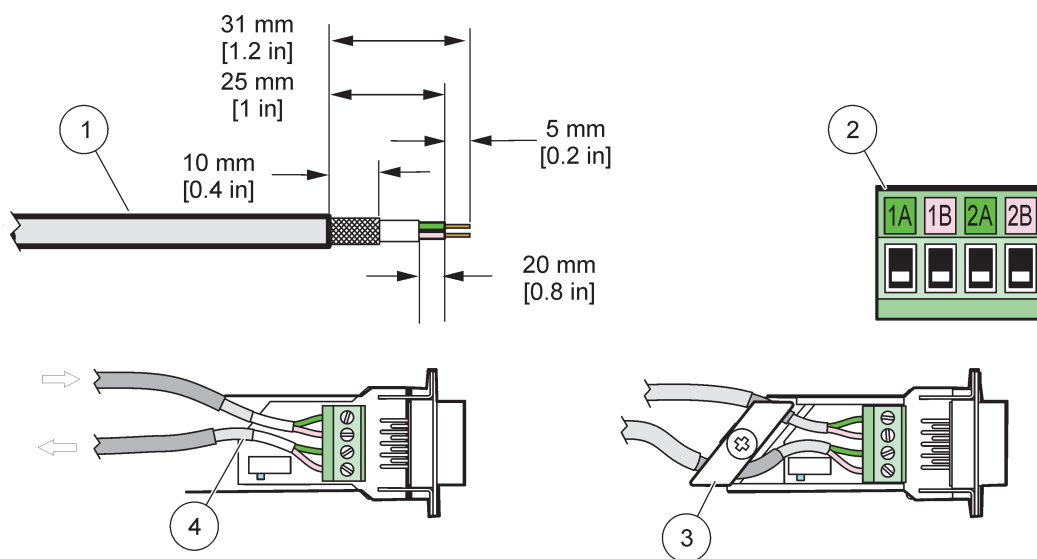

Рисунок 29 Зачистка изоляции на кабеле связи
1. Зачистите изоляцию кабеля связи (Рисунок 29).